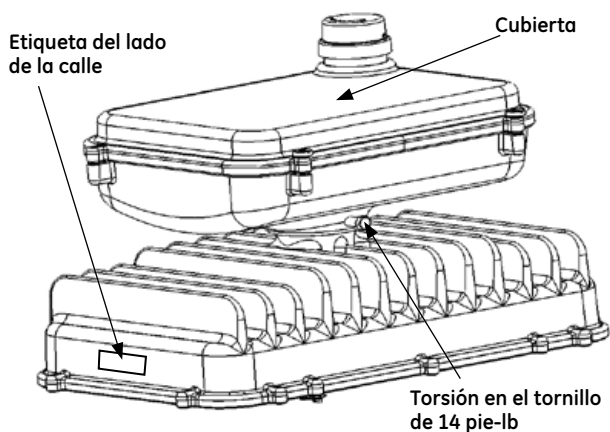

FIGURA 2
NOTA: El lado de la calle del componente óptico está etiquetado como se muestra en la Figura 2.
- Para girar, afloje el tornillo como se muestra en la Figura 2.